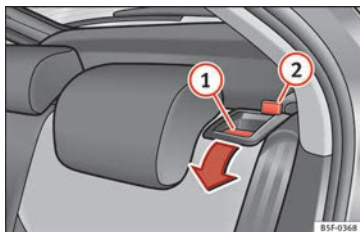

Fig. 110 Levier de déverrouillage du dossier.
- Appuyez sur le levier de déverrouillage » fig. 110 ❶ dans le sens de la flèche.
- Relevez le dossier jusqu'à ce qu'il s'encastre correctement » ⚠. Le dossier est enclenché correctement lorsque le repère rouge de la goupille » fig. 110 ❷ n'est plus visible.